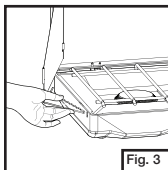

Fig. 3
- Coloque los deflectores de viento como deseado. (Fig. 3)